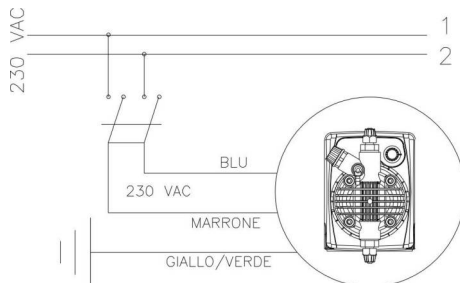

Fig. 4
1. Assicurarsi che la stessa sia disattivata elettricamente (entrambe le polarità) staccando i conduttori dai punti di contatto della rete attraverso l'apertura dell'interruttore onnipolare con distanza minima tra i contatti di mm 3 (Fig. 4).
b.- Rispettare le norme in vigore nei diversi paesi per quanto riguarda l'installazione elettrica (Fig. 4).